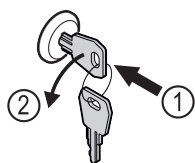

Fig. 208
- Inserire la chiave. Fig. 208 (1)
- Ruotare la chiave di 90° in senso antiorario. Fig. 208 (2)